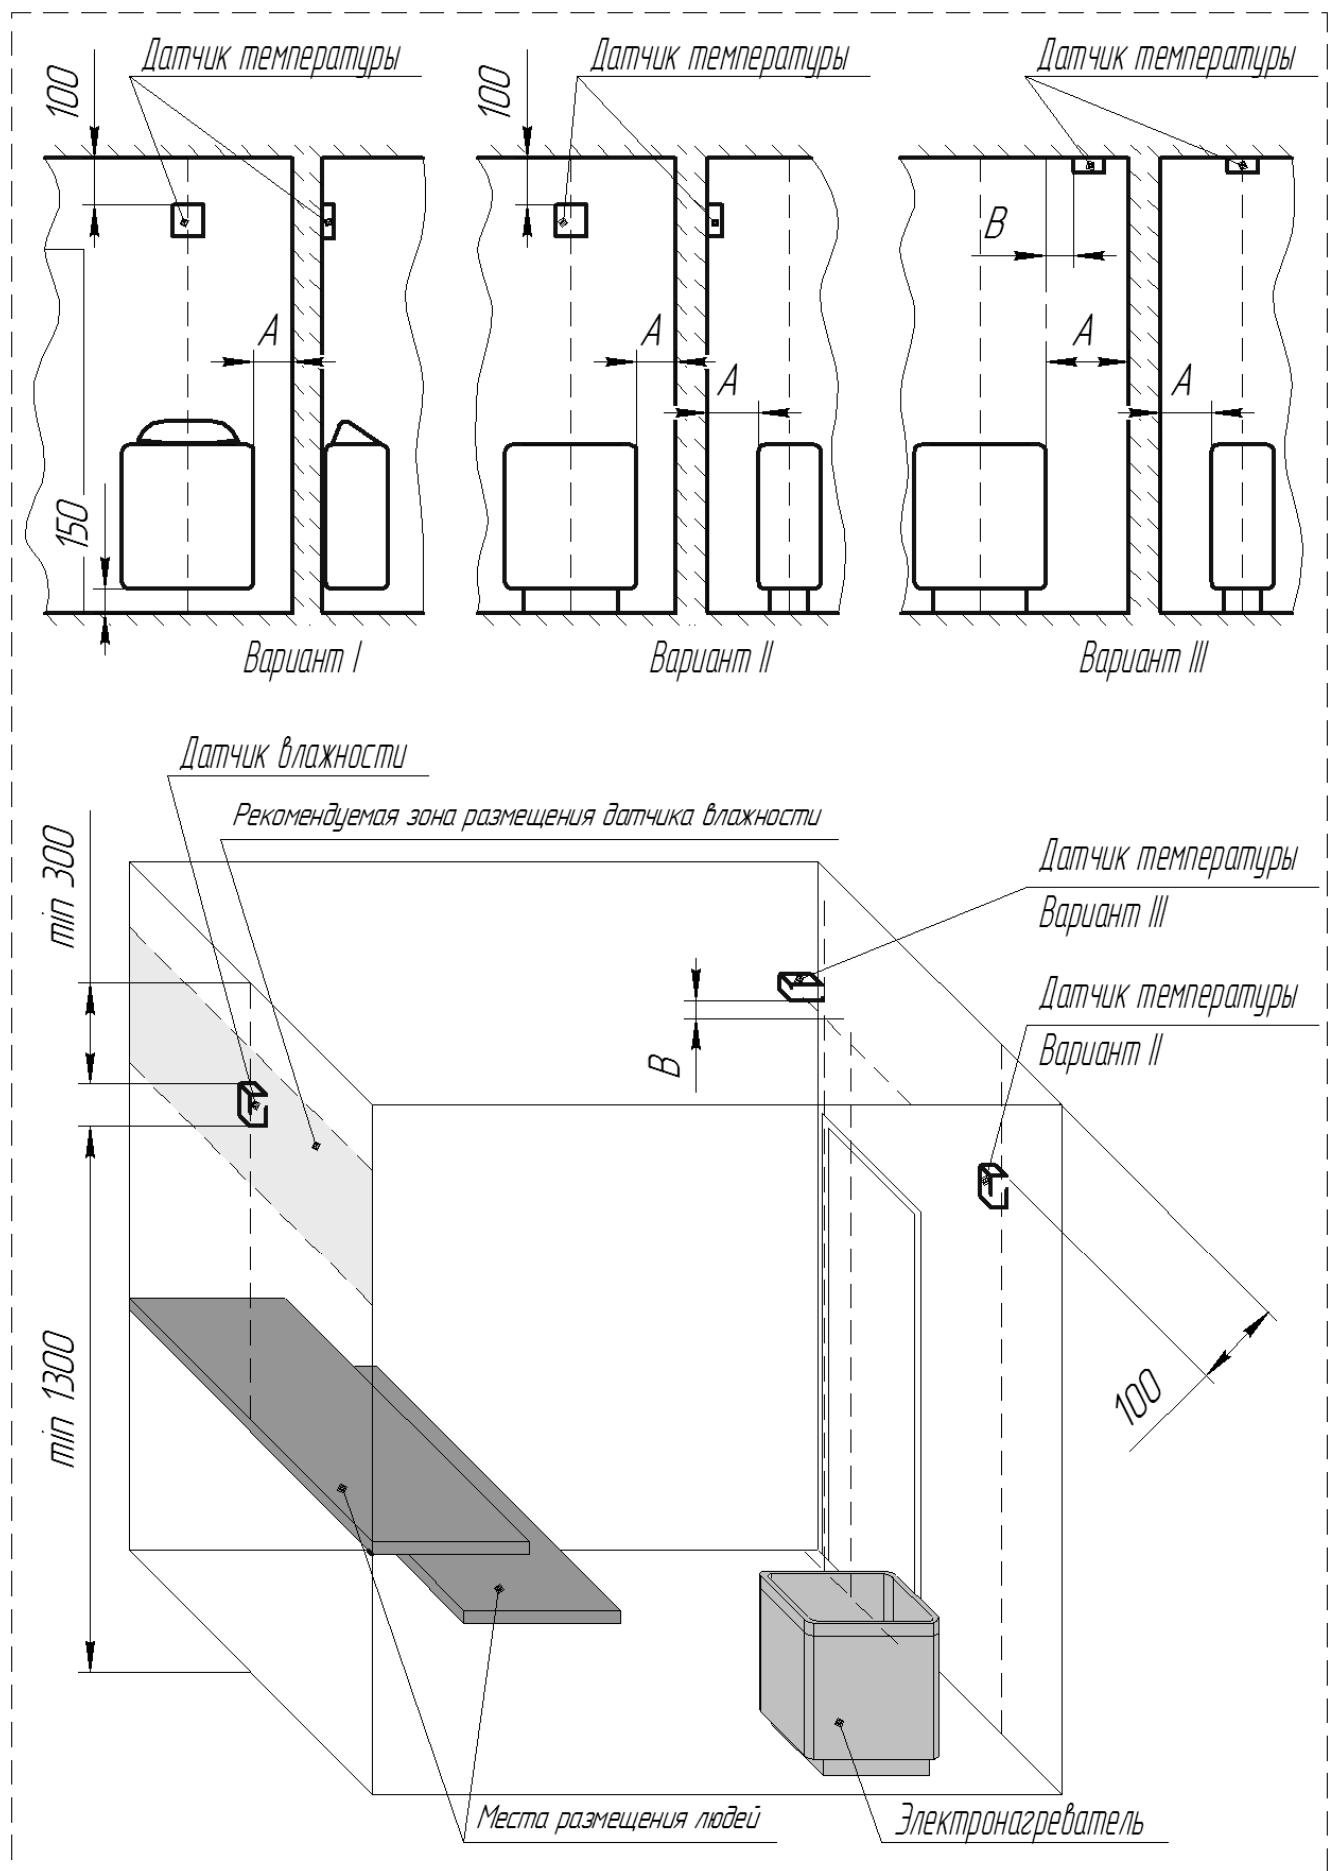

Рисунок 6. Общие рекомендации по размещению датчиков температуры и влажности в помещении сауны
- при размещении электронагревателя на стене – датчик температуры устанавливать на стене, вертикально над центром электронагревателя, на расстоянии 100 мм от потолка (рис. 6, вариант I);
- о на стене, вертикально над серединой длинной стороны электронагревателя, на расстоянии 100 мм от потолка (рис. 6, вариант II);
- о на потолке, над электронагревателем, на линии, параллельной продольной оси электронагревателя, на расстоянии от края электронагревателя (рис. 6, вариант III) В – от 100 до 200 мм.
Пример установки датчиков температуры и влажности в помещении сауны приведен на рис. 6.